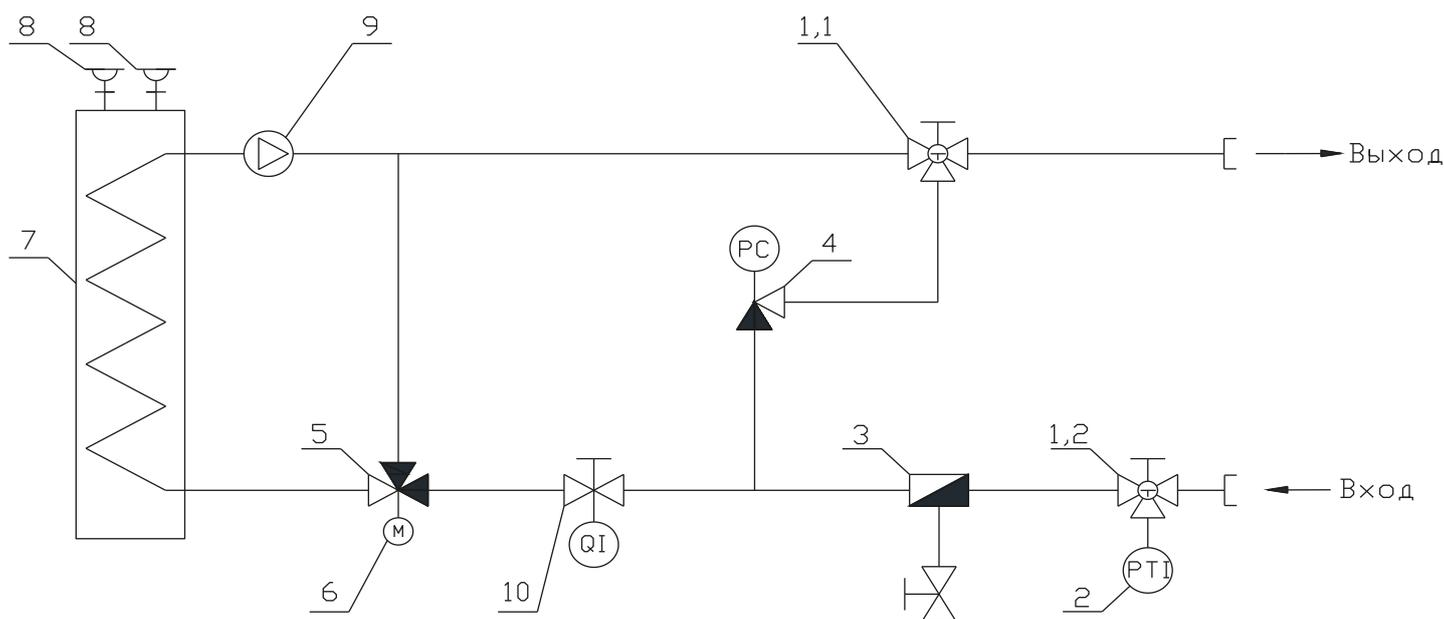

Рис. 3
- подключить установку к системе отопления трубами (сгонами) G3/4” с применением уплотнительных средств в соответствии со схемой (Рис. 3). Стрелками указано место подключения канала входа и выхода теплоносителя.
В некоторых случаях в процессе эксплуатации может возникнуть необходимость промыть и очистить фильтр сетчатый со сливным краном (Поз. 17 Рис. 1, Поз. 3 Рис. 3).